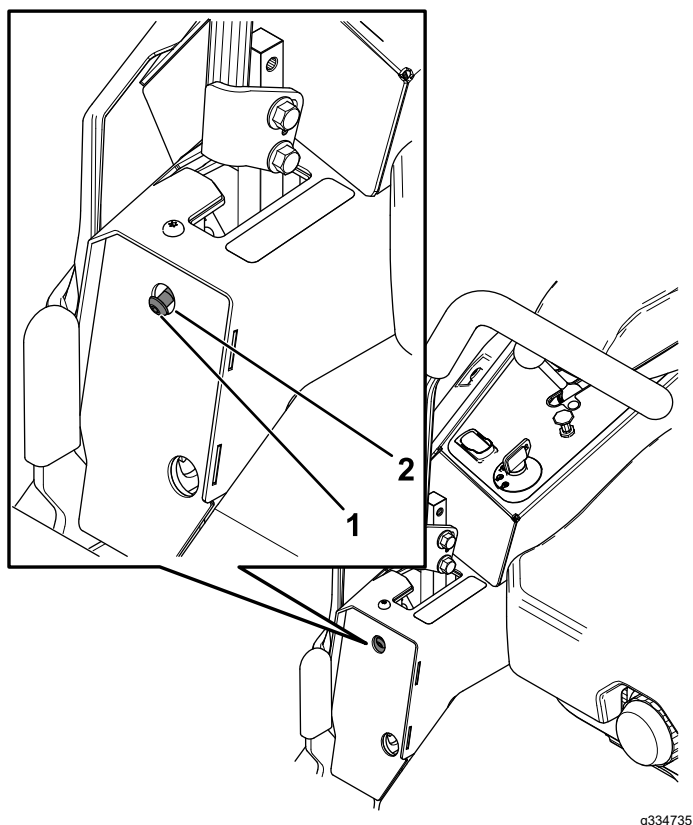

Figura 58
6. Se la macchina tira a destra, inserite una chiave esagonale da 3/16" nel foro di accesso del pannello di copertura anteriore sinistro e ruotate la vite di allineamento in senso orario o antiorario per regolare la corsa della leva (Figura 58).
7. Se la macchina tira a sinistra, inserite una chiave esagonale da 3/16" nel foro di accesso del pannello di copertura anteriore destro e ruotate la vite di allineamento in senso orario o antiorario per regolare la corsa della leva (Figura 58).